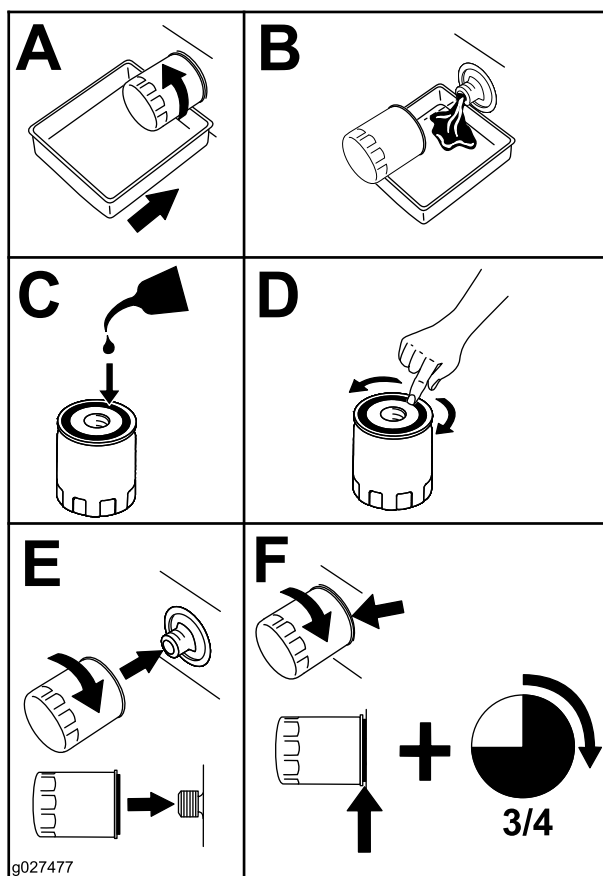

Рисунок 38
4. Замените масляный фильтр (Рисунок 38).